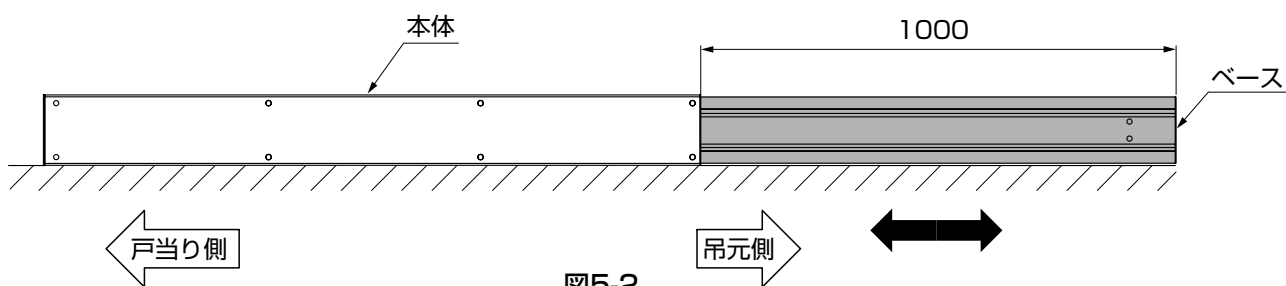

図5-2
- ③ベースを吊元側へ引き出して数回スライドして、動きを確認してください。(図5-2参照)
- ②本体を水平な場所に動かないように立てかけ、ベースを吊元側に引き出して数回スライドして動きを確認してください。(図5-2参照)